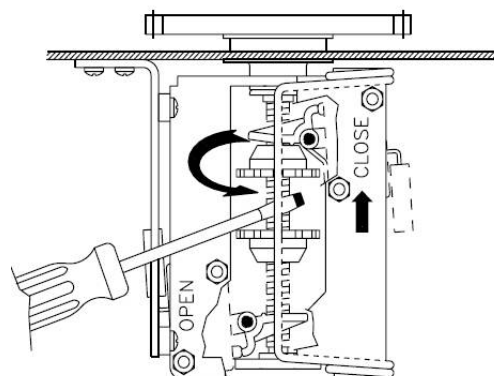

рис.19
- Поднимите подпружиненную скобу из паза зубчатого колесика с помощью отвертки (рис.19), поверните в направлении микропрерывателей на закрывание CLOSE до соприкосновения с меткой двух концевиков.